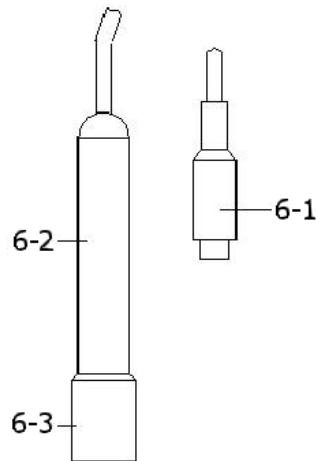

Fig. 3
- 1) Prepare la sonda de conductividad (opcional, CDPB-03), instale el "Enchufe de la sonda" (6-1, Fig. 3) en el conector " CD " (3-15, Fig. 1).
- 3) Sujete el mango de la sonda (6-2, Fig. 3) con una mano e introduzca totalmente el "Cabezal del sensor" (6-3, Fig. 3) en la solución a medir. Mueva la sonda para dejar que la burbuja de aire interna salga de la cabeza del sensor.
- 2) Instale el "enchufe de la sonda" (6-1, Fig. 3) en el conector "CD" (3-15, Fig. 1).
- 4) Sujete el " Mango de la sonda" (6-2, Fig. 3) con una mano e introduzca completamente el "Cabezal del sensor" (6-3, Fig. 3) en la solución a medir. Mueva la sonda hasta que la burbuja de aire interna salga de la cabeza del sensor.